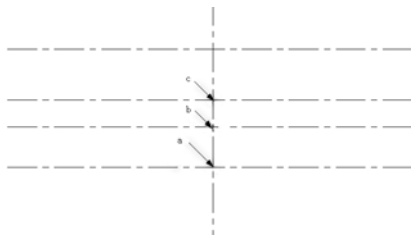
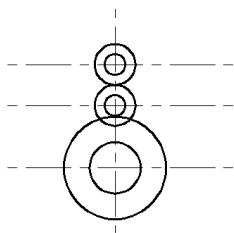
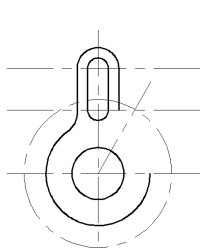

图 7-91 偏移水平构造线
图 7-92 绘制同心圆
图 7-97 绘制辅助圆
- 05** 单击【修改】工具栏按钮，将水平构造线分别向上偏移 55、91 和 160 个单位，如图 7-91 所示。
- 06** 设置“粗实线”为当前层，使用【圆】命令，以图 7-91 所示的交点 a 为圆心，绘制半径为 22.5 和 45 的同心圆；以交点 b 和 c 为圆心，绘制半径为 9 和 18 的同心圆，如图 7-92 所示。
12 选择菜单【绘图】|【圆】|【圆心、半径】命令，以图 7-91 所示的点 a 为圆心，绘制半径为 64 的辅助圆，如图 7-97 所示。